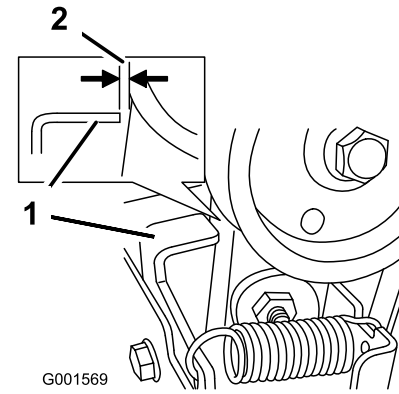

Figure 38
3. Lorsque le levier de commande de fraise à neige/turbine est désengagé, vérifiez qu'il existe un écart de 1,5 mm entre l'ensemble embrayage de fraise à neige et la patte (Figure 38).